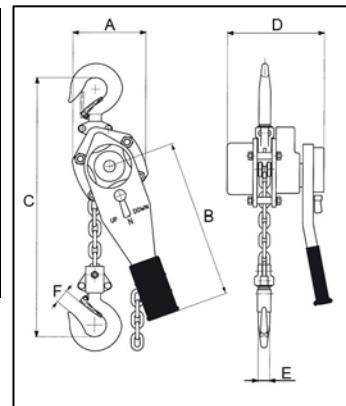

Fig. 3: Målskisse
Tabell 1: Mål (se målskisse fig. 3)
Sørg for at taljen henges opp i forankringsring, sjakkell eller lignende med tilstrekkelig bæreevne. Når kjettingen er strammet opp, skal begge krokene stå på linje med hverandre (fig. 3 a).
**OBS!** Talje, kroker og kjetting må ikke utsettes for bøyningspåkjenning (fig. 3 b og c samt 4).
Fig. 3 a
Fig. 3 b
Fig. 3 c